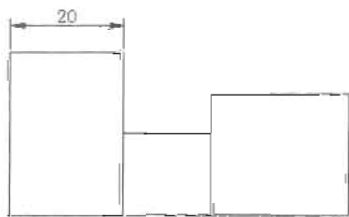

图 10-67
(1) 根据原始文件路径打开图形, 如图 10-67 所示。